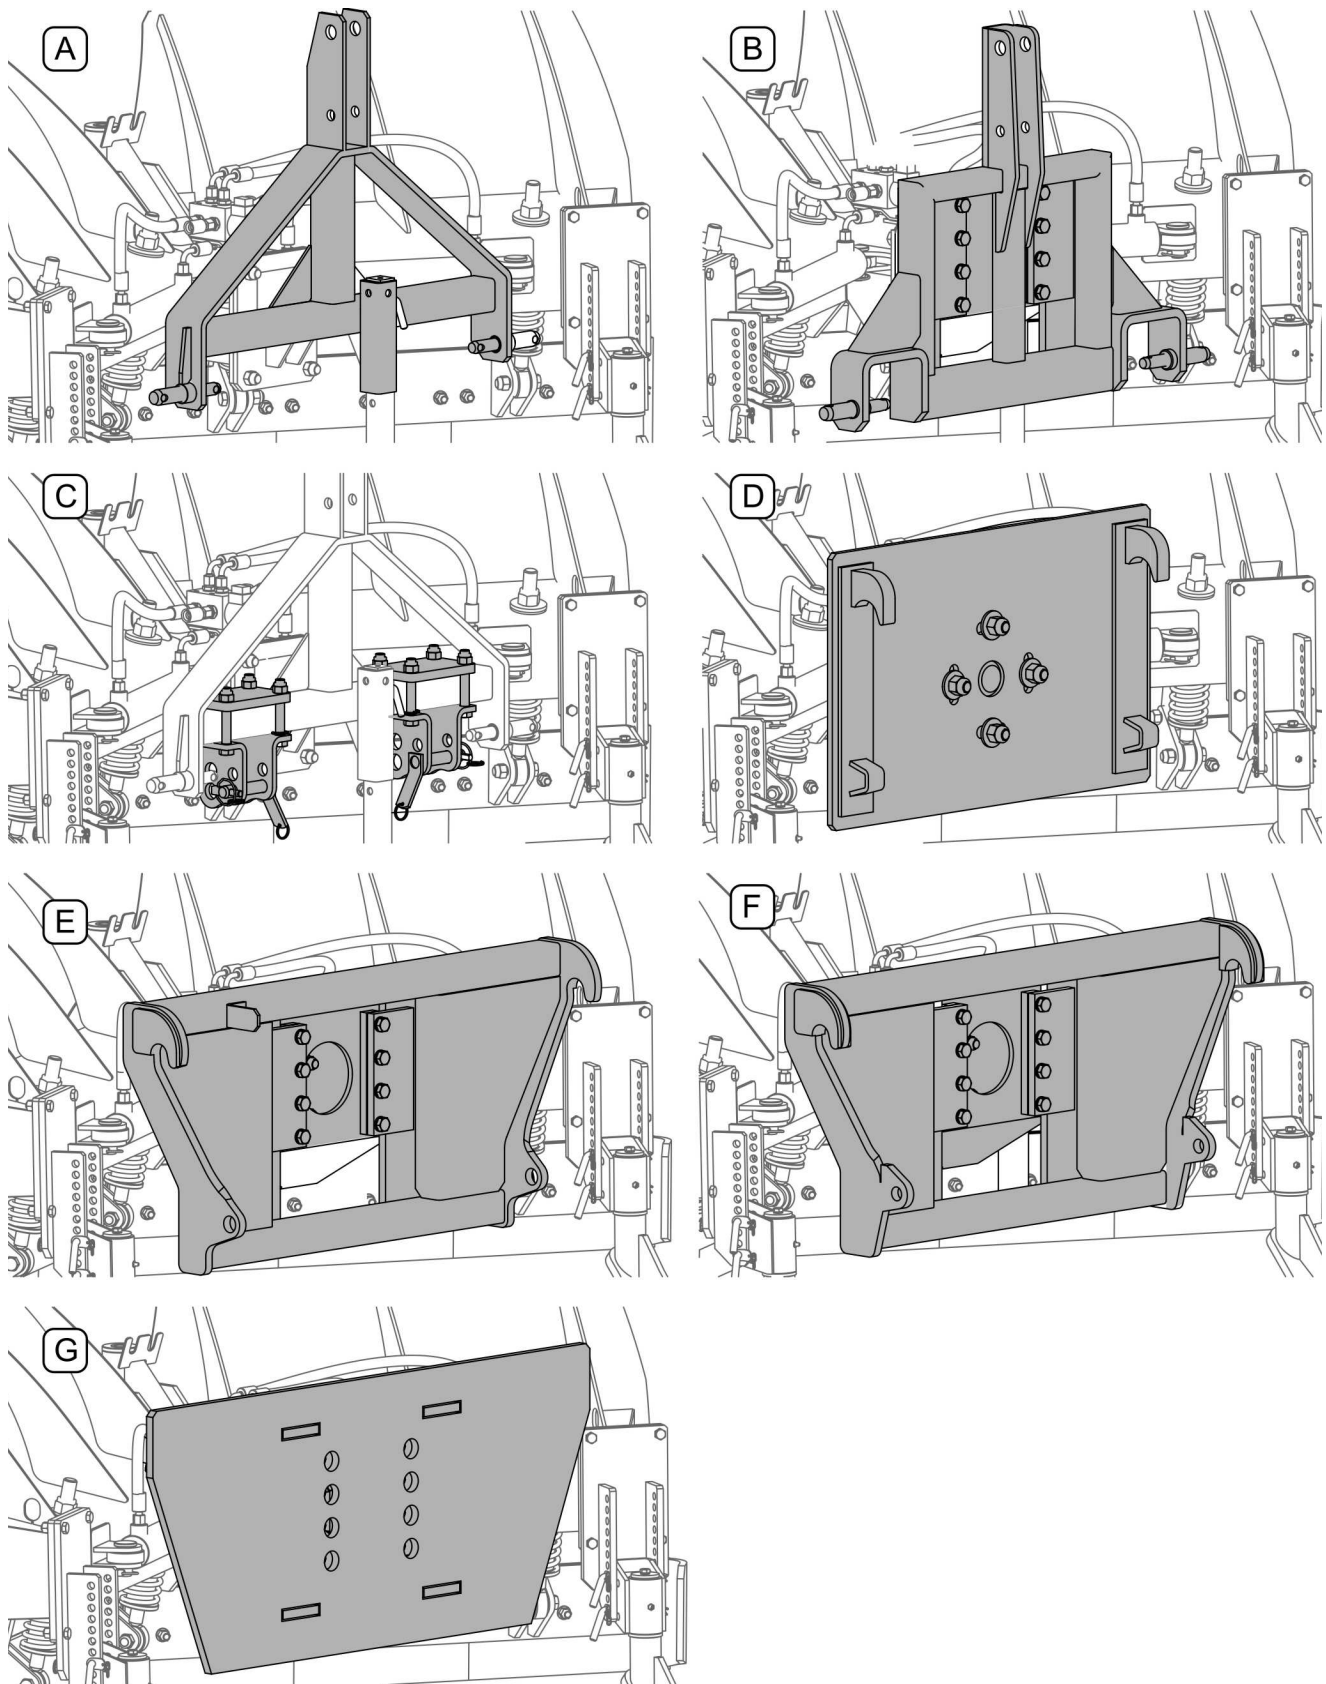

РИСУНОК 4.1 Типи систем навішування
з перешкодою. Стоянкові підпори (7) служать для підтримки відвала коли його від'єднано від носія. На замовлення відвал PU-1700/PU-2100 можна оснастити башмаками (10) та іншими системами навішування, наприклад, для фронтального навантажувача ŁC-1650 або з кріпленням типу EURO, TCH (РИСУНОК 4.1)
Відвал, оснащений «жорсткими» системами навішування А, С, D (РИСУНОК 4.1), необхідно встановлювати лише на носії, оснащені системою керування з плаваючою секцією.